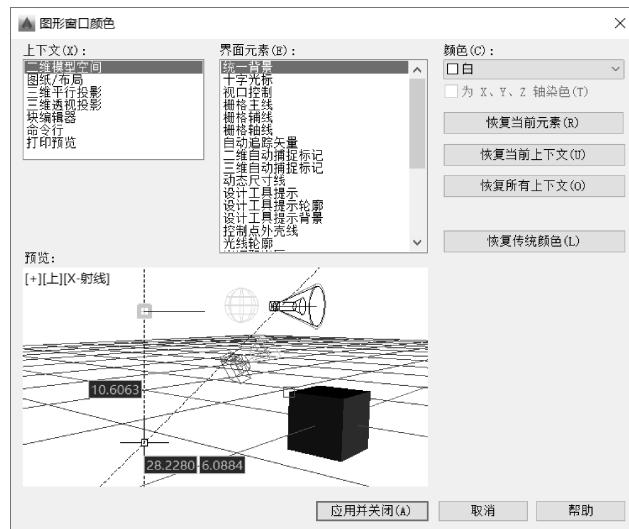

图3-3 “图形窗口颜色”对话框
- 3) 然后单击对话框“窗口元素”选项组中的“颜色”按钮，打开“图形窗口颜色”对话框，如图3-3所示。